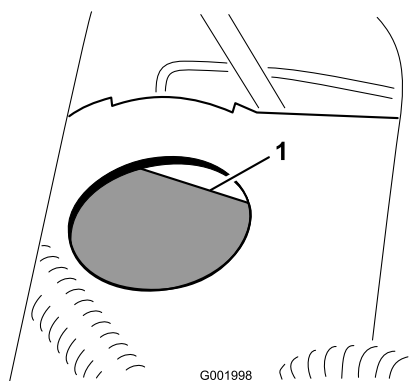

Figura 63
2. Il livello dell'olio deve raggiungere la linea di pieno sul serbatoio (Figura 63).